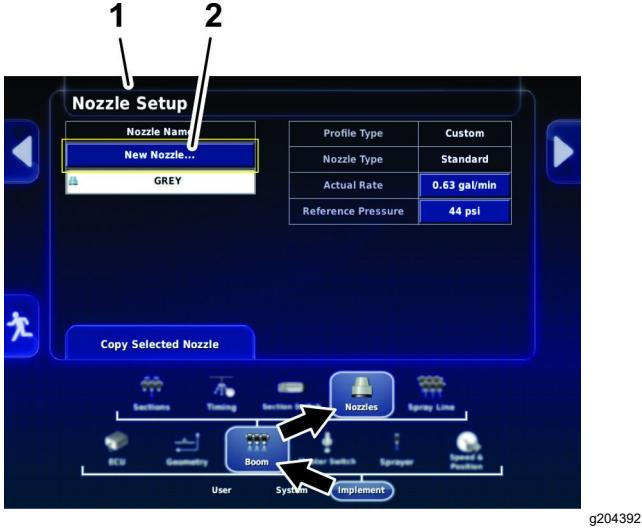

Figura 75
2. Selezionate il nome dell'area, nominate l'area e premete l'icona di Conferma (Figura 75).